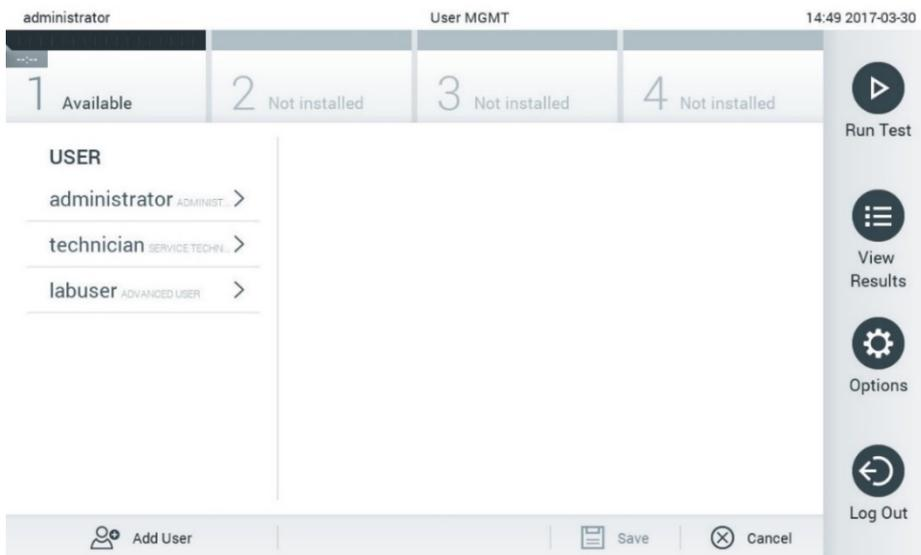

Abbildung 59. Bildschirm User Management (Benutzerverwaltung).
1. Drücken Sie auf die Schaltfläche Options (Optionen) und dann auf die Schaltfläche User Management (Benutzerverwaltung), um Benutzer zu konfigurieren. Im Inhaltsbereich der Anzeige wird der Bildschirm User Management (Benutzerverwaltung) angezeigt (Abbildung 59).